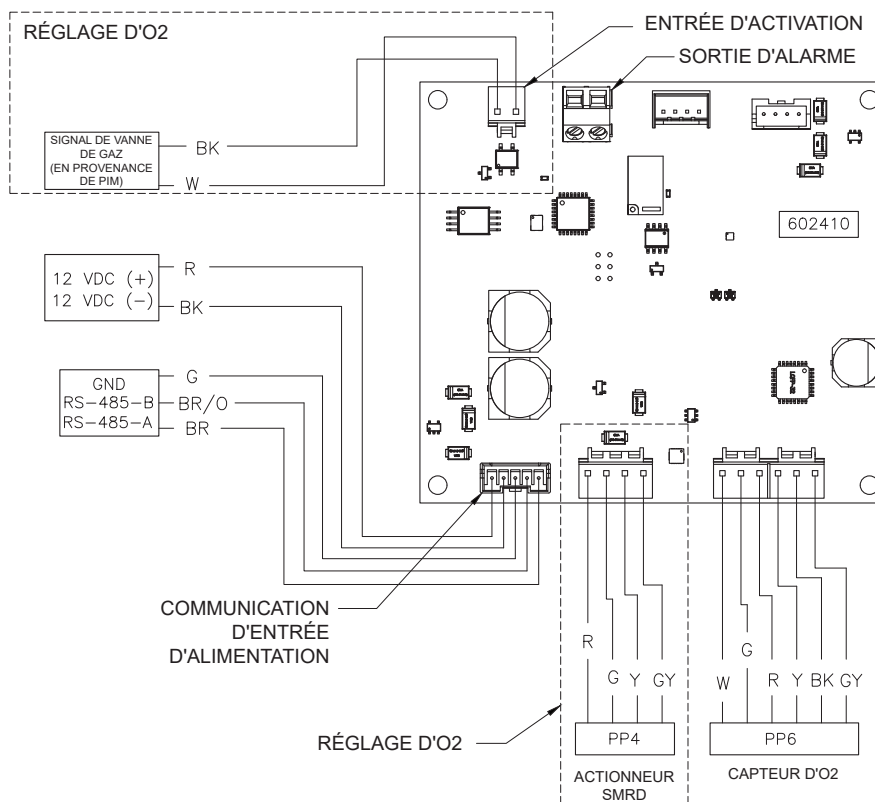

Figure 102. HO2T Schéma de câblage du système de surveillance
3. **Harnais** - Il y a deux (2) harnais pour le système de surveillance HO2T Track et quatre (4) harnais pour le système de contrôle HO2T Track and Trim, interconnectant la carte avec les composants de la chaudière. Voir **Figure 102** pour le schéma de câblage.
Pour plus de détails, veuillez vous référer à la **Figure 102**.